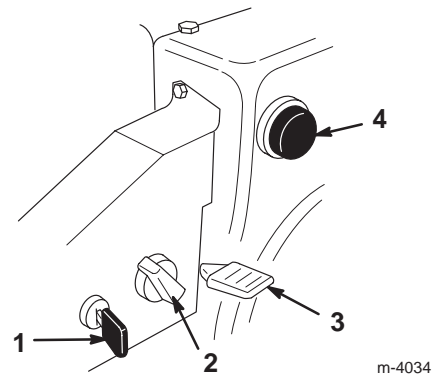

Figure 20
- **Clé de contact** (Fig. 20)—Insérez la clé dans le commutateur d'allumage avant de mettre le moteur en marche. Pour couper le moteur, retirez la clé de contact.
- **Starter** (Fig. 20)—Pour mettre en marche un moteur froid, tournez la commande de starter dans le sens des aiguilles d'une montre à la position **en service**. À mesure que le moteur se réchauffe, tournez progressivement le starter dans le sens anti-horaire jusqu'à la position **hors service**.
- **Commande d'accélérateur** (Fig. 20)—Déplacez la manette vers le haut pour augmenter le régime du moteur, ou vers le bas pour le réduire. Réglez la manette d'accélérateur en position d'**Arrêt** pour arrêter le moteur.
- **Amorceur** (Fig. 20)—Appuyez sur l'amorceur pour envoyer une petite quantité d'essence dans le moteur afin de faciliter le démarrage par temps froid.
2. Retirez la clé de contact du commutateur d'allumage (Fig. 20).
3. Enlevez le bouton de starter (Fig. 20).
5. Tournez le starter en position **en service** (Fig. 20).
6. Insérez la clé de contact (Fig. 20).
7. Couvrez l'orifice central de l'amorceur (Fig. 20) avec le pouce et appuyez sur l'amorceur à trois reprises, en marquant une pause à chaque fois.
10. Dès que le moteur a démarré, tournez le starter (Fig. 20) à la position 3/4. A mesure que le moteur se réchauffe, tournez le starter à la position 1/2. Quand le moteur est suffisamment chaud, tournez le starter à la position **hors service**.